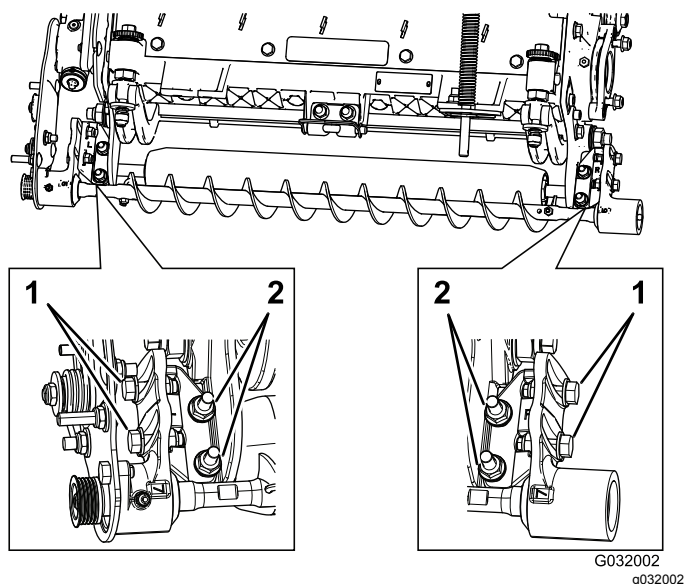

Figura 11
- A. Afloje las 2 contratuercas con arandela prensada que sujetan el soporte de montaje del cepillo de rodillo a la chapa lateral de la unidad de corte (Figura 11).
- B. Gire el alojamiento del cojinete del cepillo del rodillo hasta que quede paralelo a la chapa lateral de la unidad de corte (Figura 11).
- C. Apriete las 2 contratuercas con arandela prensada que sujetan el soporte de montaje del cepillo de rodillo a la chapa lateral de la unidad de corte (Figura 11).
1. Afloje los 2 pernos que sujetan el alojamiento del cojinete de cada cepillo de rodillo al soporte de montaje del cepillo de rodillo (Figura 11).